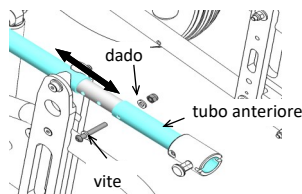

fig. 11.3: Regolazione misura pediatrica
*Misura PEDIATRICA* (fig. 11.3)